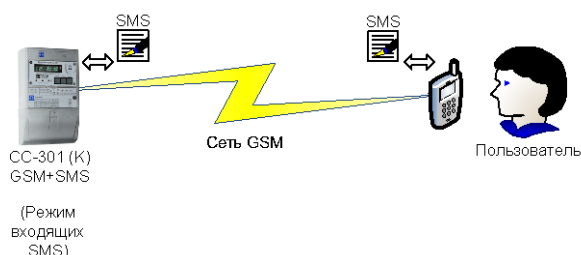

Рисунок 8. Передача показаний счетчика в SMS-сообщениях по командам пользователя
1.7 Пользователь запрашивает показания при помощи SMS-команд, посылаемых счетчику, а тот возвращает необходимые данные в ответном SMS-сообщении на телефон пользователя (Рисунок 8). В этом варианте основной последовательный интерфейс свободен, а модуль расширения «Модем GSM» внутри счетчика работает в режиме входящих SMS. Максимально допустимое расстояние до прибора ограничено только наличием доступа к сети оператора связи GSM. Примеры получаемых пользователем SMS-сообщений приведены в Приложении 1.